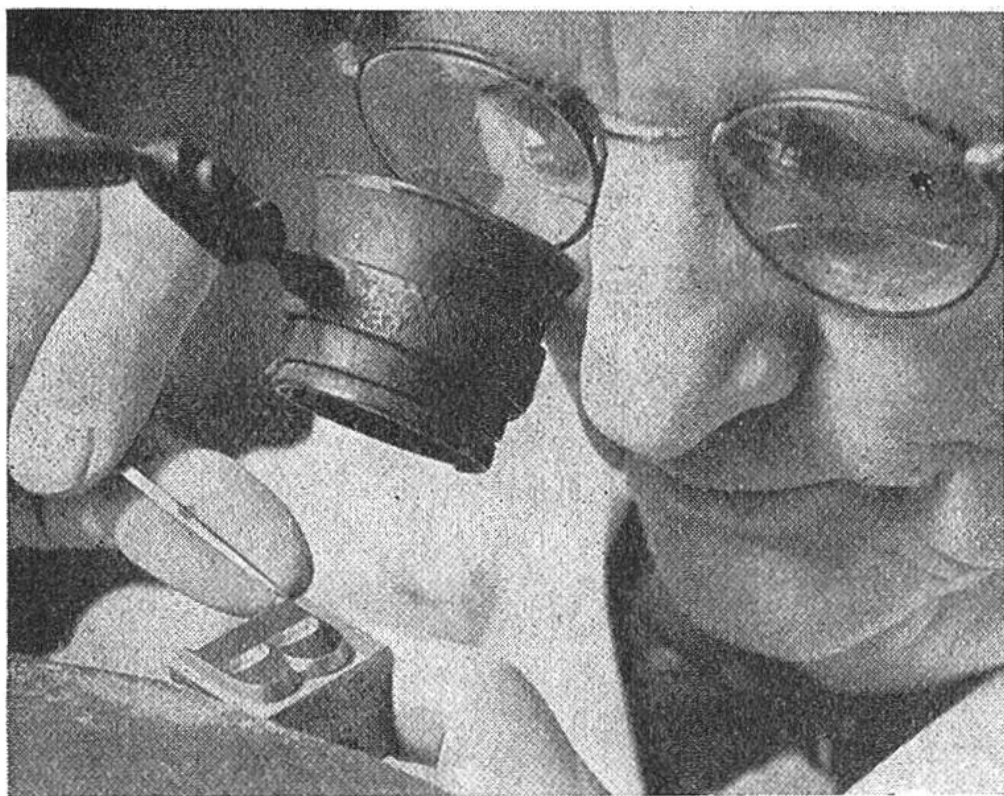

Abb. 1. Der Stempelschneider bei der Gravur eines Zeugoriginals, von welchem die Gussmatrize gewonnen wird.
2. Die galvanische Matrize. Die grösseren Schriftgrade werden heute wegen der leichteren Bearbeitung nicht mehr in Stahl, sondern in Schriftmetall (in einen Zeugblock) geschnitten (Abb. 1). Sobald einige Zeugoriginale geschnitten sind, werden sie zu einer kurzen Zeile zusammengestellt, an allen Seiten, ausser auf der Schriftbildseite, mit Kitt und Glas isoliert und darauf an einem Metallbügel in ein galvanisches Nickelbad eingehängt (Abb. 2). Hier bildet sich nach Einschaltung des Schwachstromes auf der Bildseite ein Nickelniederschlag, der einige Millimeter dick wird. Die Nickelhülse wird später abgelöst und zeigt auf der inneren Seite genau die vertieften Buchstabenbilder. Die Nickelhülse wird nun zerschnitten und jede einzelne Buchstabenhülse mit Zink hintergossen, damit ein fester Matrizenblock entsteht. Diese Nickelhülsen dienen schliesslich als Gussmatrizen.